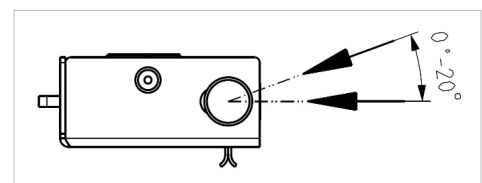

Abbildung 5: Entriegelungsrichtung und Winkel
- Entriegelung durch RWA-Zylinder/-antrieb: Durch das Aufbringen einer Kraft in Entriegelungsrichtung (Abbildung 5). Die erforderlichen Entriegelungskräfte sind dem Kapitel „Technische Daten“ zu entnehmen.
Entriegelungswinkel [°]	Abbildung 5